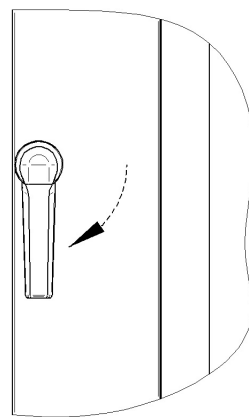

Рис. 7. Положение ручки двери при закрытом положении
- Для закрывания двери поверните ручку двери по часовой стрелке (рис. 7).